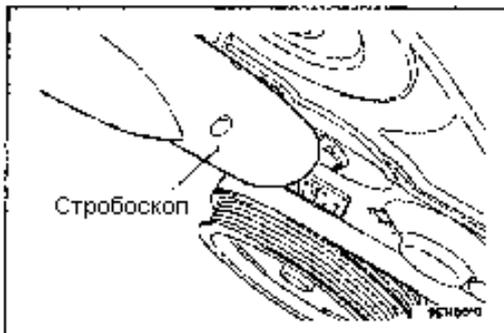

Рис. 10.4
- (3) Подключите тахометр к скрепке.
- (4) Подсоедините стробоскоп (рис. 10.4).
- (5) Запустите двигатель и определите частоту вращения коленчатого вала на холостом ходу.